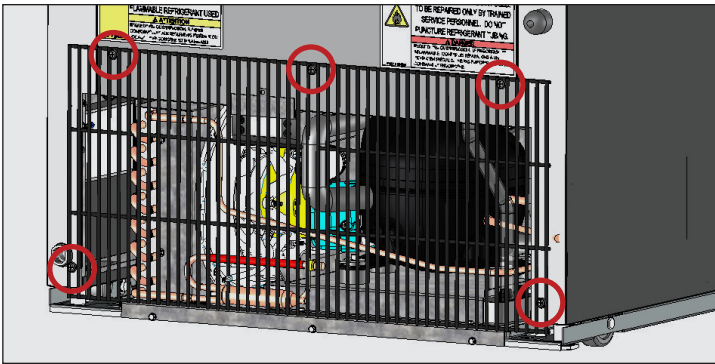

Fig. 1. Ubicación de los tornillos de la rejilla trasera en modelos CVM-11/13. Su aplicación quizás sea distinta.
2. Retire la rejilla trasera. Consulte las figs. 1 y 2.